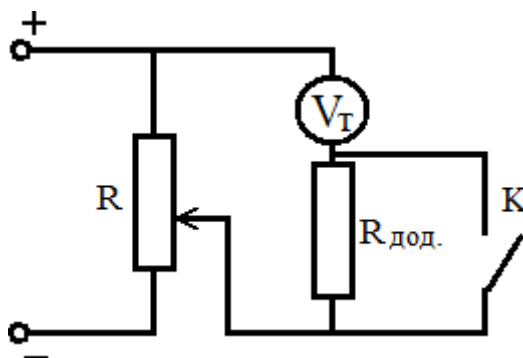

Рис. 2
2. Для розширення меж вимірювання вольтметра скласти коло за схемою (рис. 2). Попередньо обчислити додатковий опір для розширення меж його вимірювань на число кратне 2 та 3. Для цього використати формулу $R_{\text{дод.}} = R_V(m - 1)$.